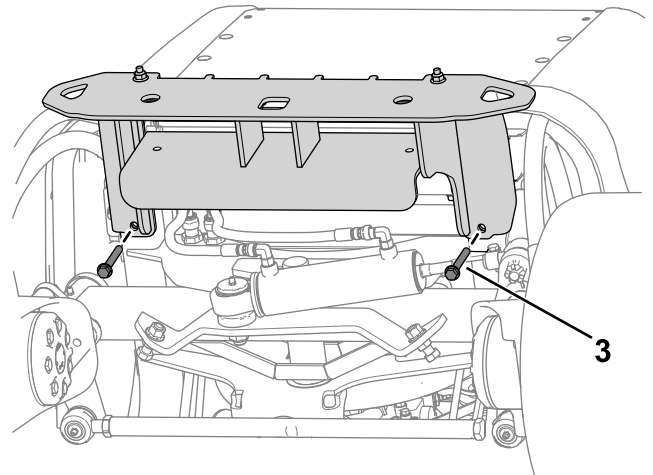

Figure 14
2. Fixez légèrement la partie supérieure du pare-chocs sur le cadre de la machine à l'aide de 4 boulons ( $\frac{3}{8}$  x  $3\frac{1}{4}$  po) et 4 écrous ( $\frac{3}{8}$  po), comme montré à la Figure 14.
3. Fixez légèrement le pare-chocs sous le cadre de la machine à l'aide de 2 boulons ( $\frac{3}{8}$  x  $2\frac{3}{4}$  po) et 2 écrous ( $\frac{3}{8}$  po), comme montré à la Figure 14.